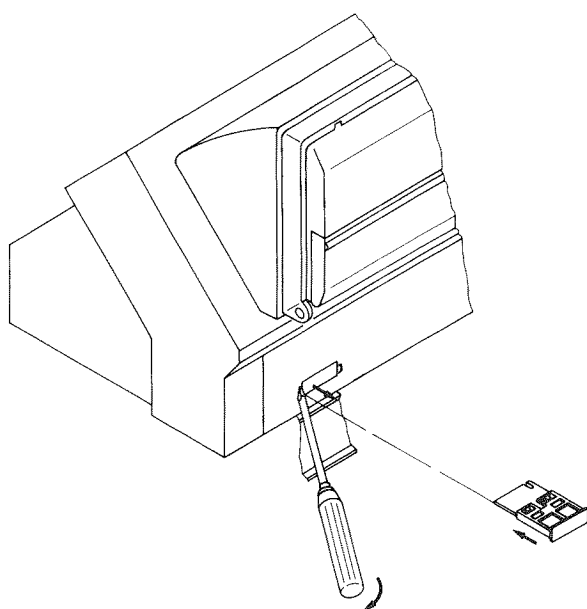

Abb. 8
1. Blindabdeckung aus der Regelung austrasten (Abb. 8).
2. Kesselcodierstecker (Codierlücke nach rechts) nach Abb. 8 in die Aussparung einschieben. Kesselcodierstecker muß bündig abschließen.